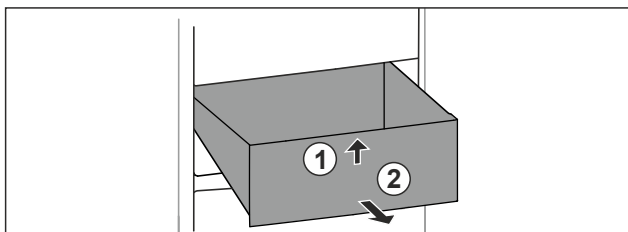

Fig. 136
- Nadzvedněte zásuvku vpředu. Fig. 136 (1)
- Vyjměte zásuvku dopředu. Fig. 136 (2)